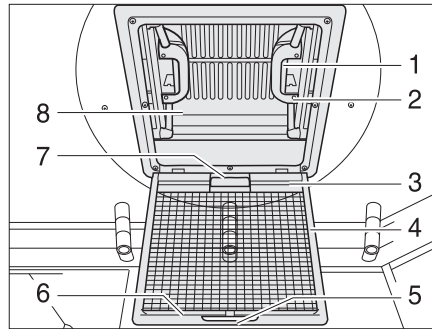

Bild 92 Dachhaube mit Schnappverschluss
- Am Griff (Bild 92,5) ziehen.
- Insektenschutz (Bild 92,4) nach unten klappen.
- Schnappverschluss (Bild 92,1) zur Innenseite der Dachhaube (Bild 92,8) drücken. Gleichzeitig mit dem Griff (Bild 92,2) die Dachhaube nach oben drücken.
- Insektenschutz (Bild 92,4) nach oben schwenken, bis er einrastet.
- An beiden Griffen (Bild 92,2) die Dachhaube (Bild 92,8) kräftig nach unten ziehen, bis beide Schnappverschlüsse (Bild 92,1) eingerastet sind.
- Verdunklungsrollo am Griff (Bild 92,7) ziehen und Hakenleiste (Bild 92,3) in die Halteleiste (Bild 92,6) am Insektenschutz einhängen.
- Hakenleiste (Bild 92,3) von der Halteleiste (Bild 92,6) lösen und Verdunklungsrollo langsam zurückführen.